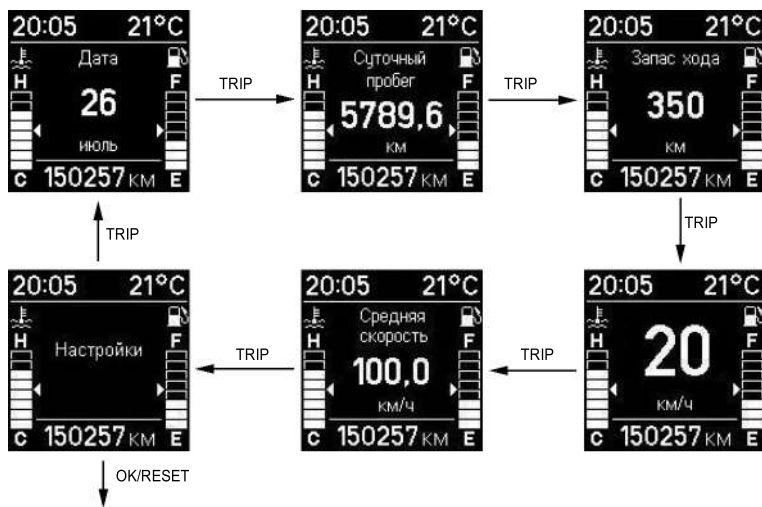

Рис. 3.9. Алгоритм управления индикацией на ЖК-дисплее
**Выбор функций бортового компьютера** (рис. 3.9):